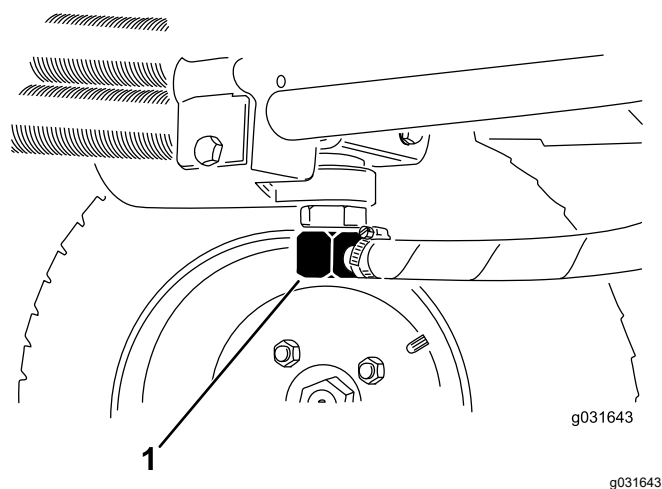
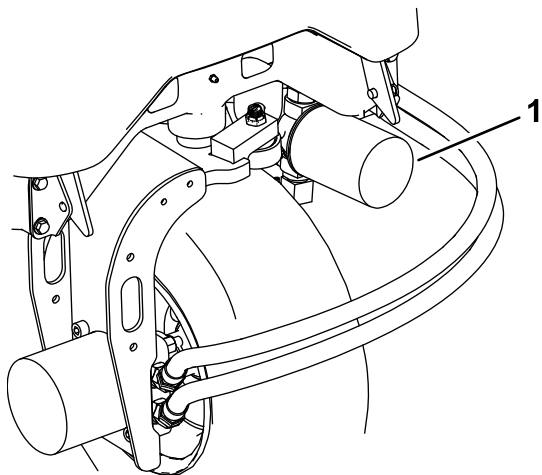

Figura 66
Figura 68
2. Scollegate il tubo idraulico o togliete il filtro idraulico e lasciate defluire il fluido idraulico in una bacinella (Figura 68 e Figura 66).
3. Quando il fluido idraulico cessa di defluire, montate il tubo idraulico (Figura 66).
3. Pulite attorno all'area di montaggio del filtro, collocate una bacinella di spurgo sotto il filtro e togliete il filtro (Figura 68).